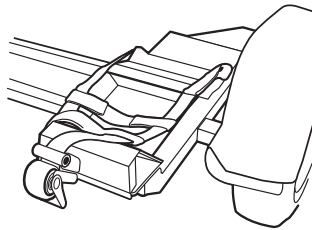

Figure 11
- Placez le bout de la sangle d'arrimage pour pneu à travers le tambour de la roue à rochet, puis serrez cette sangle d'arrimage pour pneu aussi loin que le permet la roue à rochet. (Figure 11)